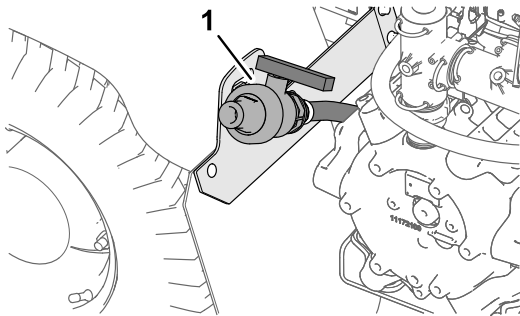

Figure 44
2. Trouvez l'emplacement du robinet de vidange de la cuve sur l'aile arrière gauche de la machine (Figure 44).